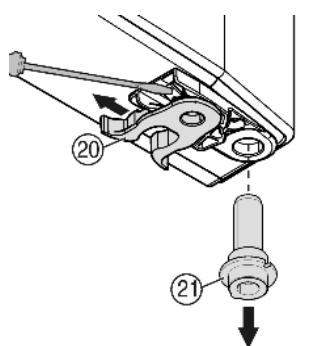

Fig. 9
- ▶ Переставить пружинный зажим *Fig. 9* (20): Нажмите вниз язычок защелки, снимите с него пружинный зажим.
- ▶ Извлеките опорный палец *Fig. 9* (21) из втулки двери и вставьте вместе с шайбами на противоположную сторону. Язычок защелки должен быть направлен к внутренней стороне двери, паз — к внешней стороне.
- ▶ Поверните нижнюю часть двери и вставьте опорный палец *Fig. 9* (21) в опорный кронштейн. При необходимости покрутите опорный палец, чтобы он смог заскочить.